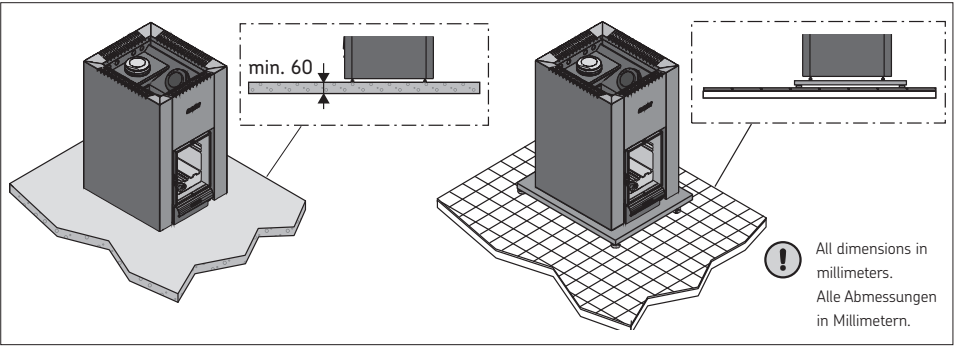

Figure 8. Protecting the floor. / Abbildung 8. Bodenschutz.
3.1.2. Protecting the Floor (See figure 8.)
3.1.2. Bodenschutz (Siehe Abbildung 8.)